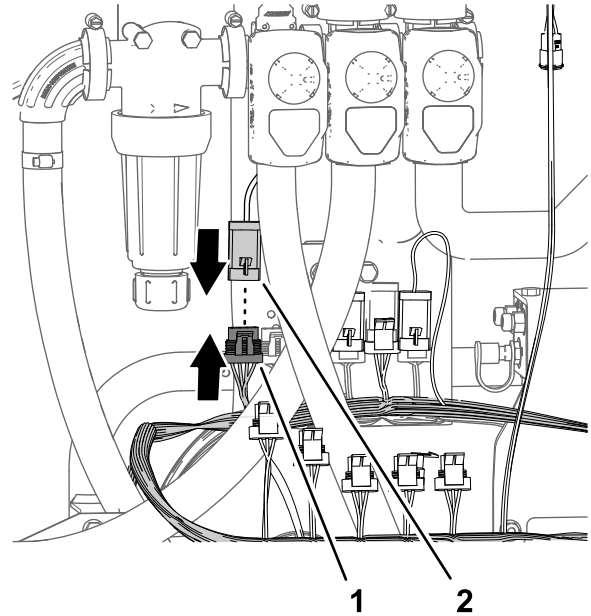

Figura 87
4. Conecte el conector de 4 pines del actuador de la válvula de caudal al conector hembra de 4 vías de la rama de 89 cm del arnés de cables del kit marcado RATE VALVE (Figura 87).